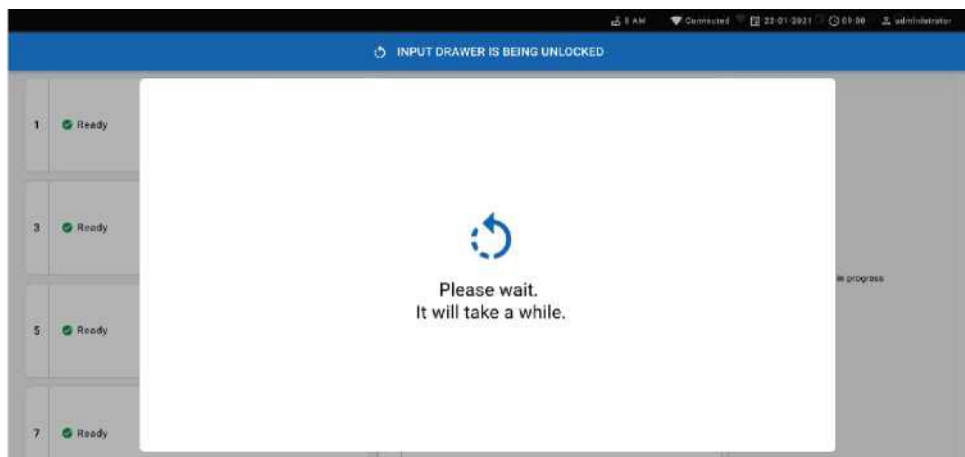

Рис. 54. Окно ожидания загрузочного лотка.
- Подождите, пока загрузочный лоток не будет разблокирован (рис. 54).